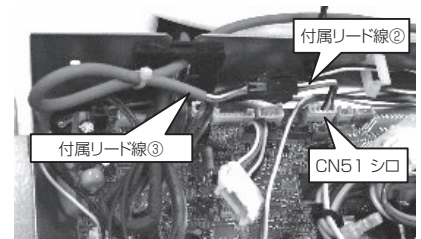

図3-6
- 3) 付属リード線②を使用して本体制御基板のCN51(シロ)にコネクタを確実に差込んでください。(図3-6)